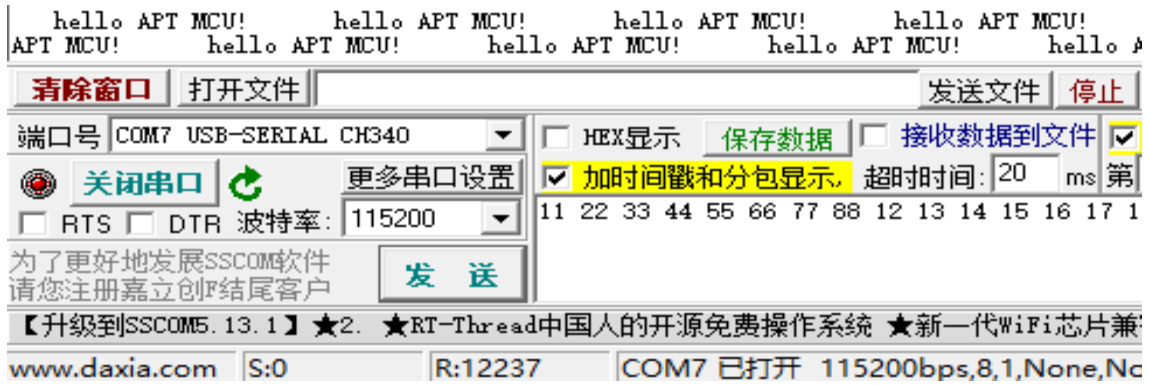
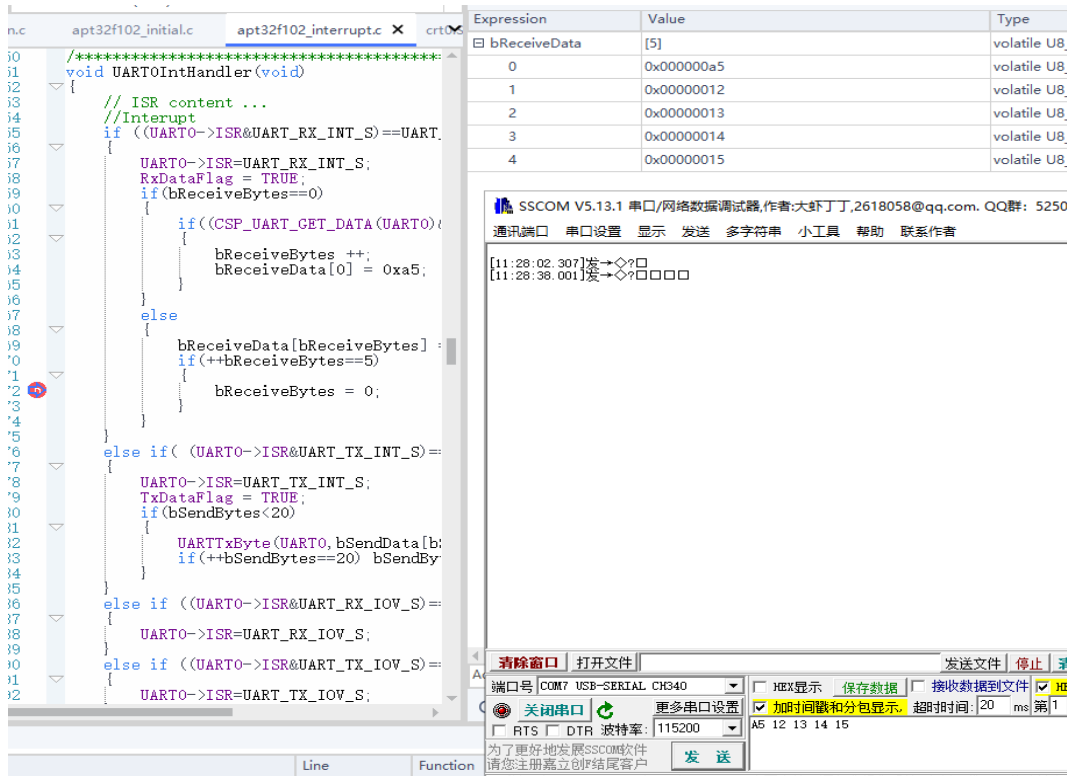

图 3.3.1 PC 串口工具接收
图 3.4.1 串口接收
4. 可以通过查看图 3.3.1、图 3.4.1 验证发送接收是否正确